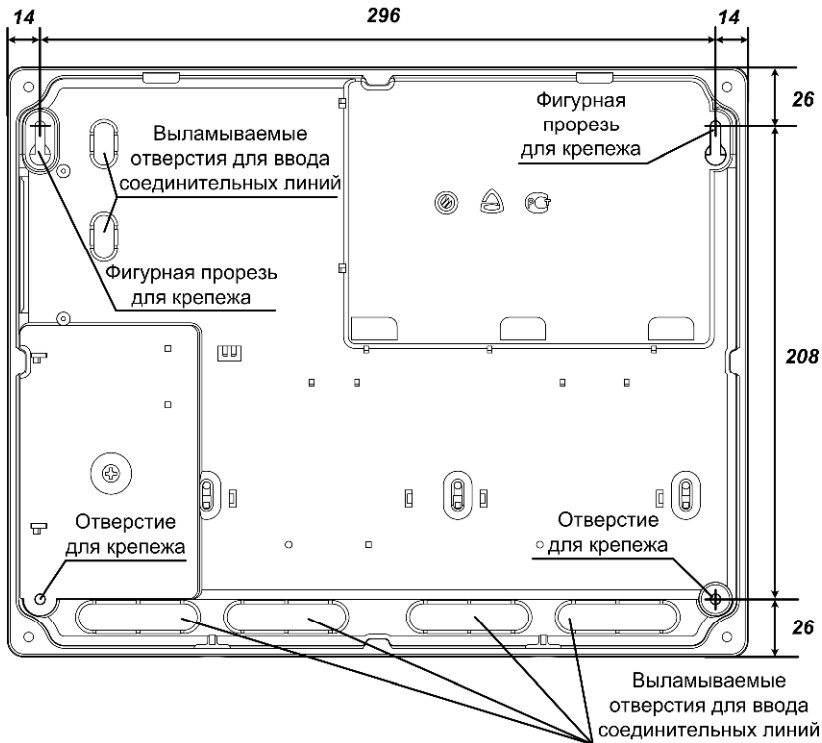

Рис.3 Вид корпуса сзади. Присоединительные размеры
- произведите разметку крепления корпуса ЦМ «ГРАНИТ-Л2» в выбранном месте (в соответствии с расположением отверстий на задней стенке прибора, рис.3);